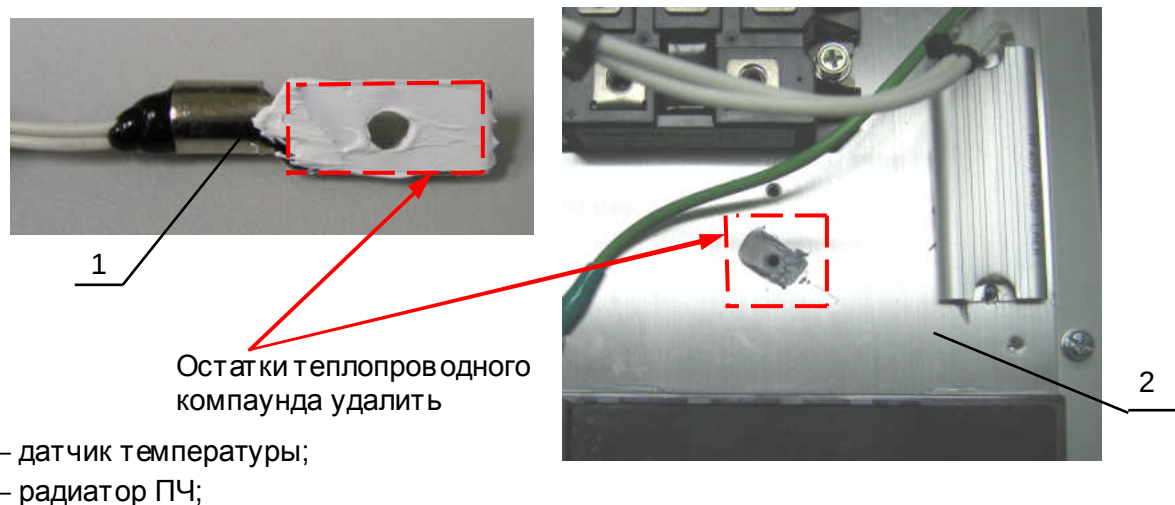

Рис.6.23
6.13.2. Извлечь датчик температуры (1) из корпуса ПЧ. Удалить остатки теплопроводного компаунда с основания корпуса резистора (1) и радиатора ПЧ (2) (рис.6.23), используя для этого бумажные салфетки и СБС. Положить датчик температуры в тару для составных частей.